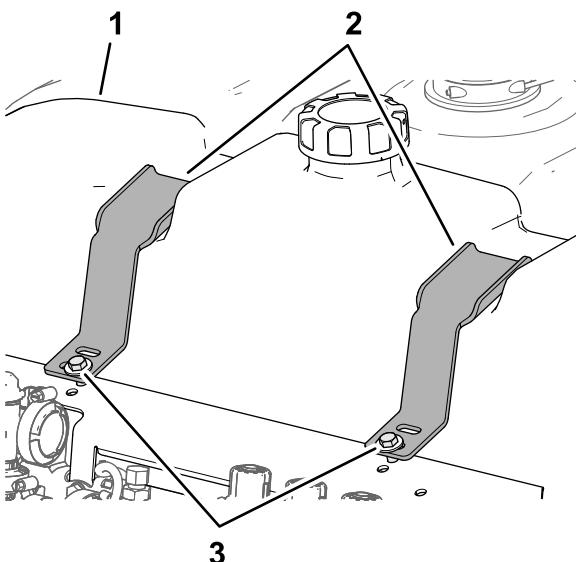

Bild 43
1. Füllen Sie den Spülbehälter mit sauberem Wasser (Bild 43).
2. Prüfen Sie zwischen den Befestigungen und dem Spülbehälter auf Spielraum (Bild 43).
3. Wenn Sie zwischen den Befestigungen und dem Spülbehälter einen Spielraum feststellen, ziehen Sie die Schrauben und Sicherungsbundmuttern an, bis die Befestigungen mit dem Behälter bündig sind (Bild 43).